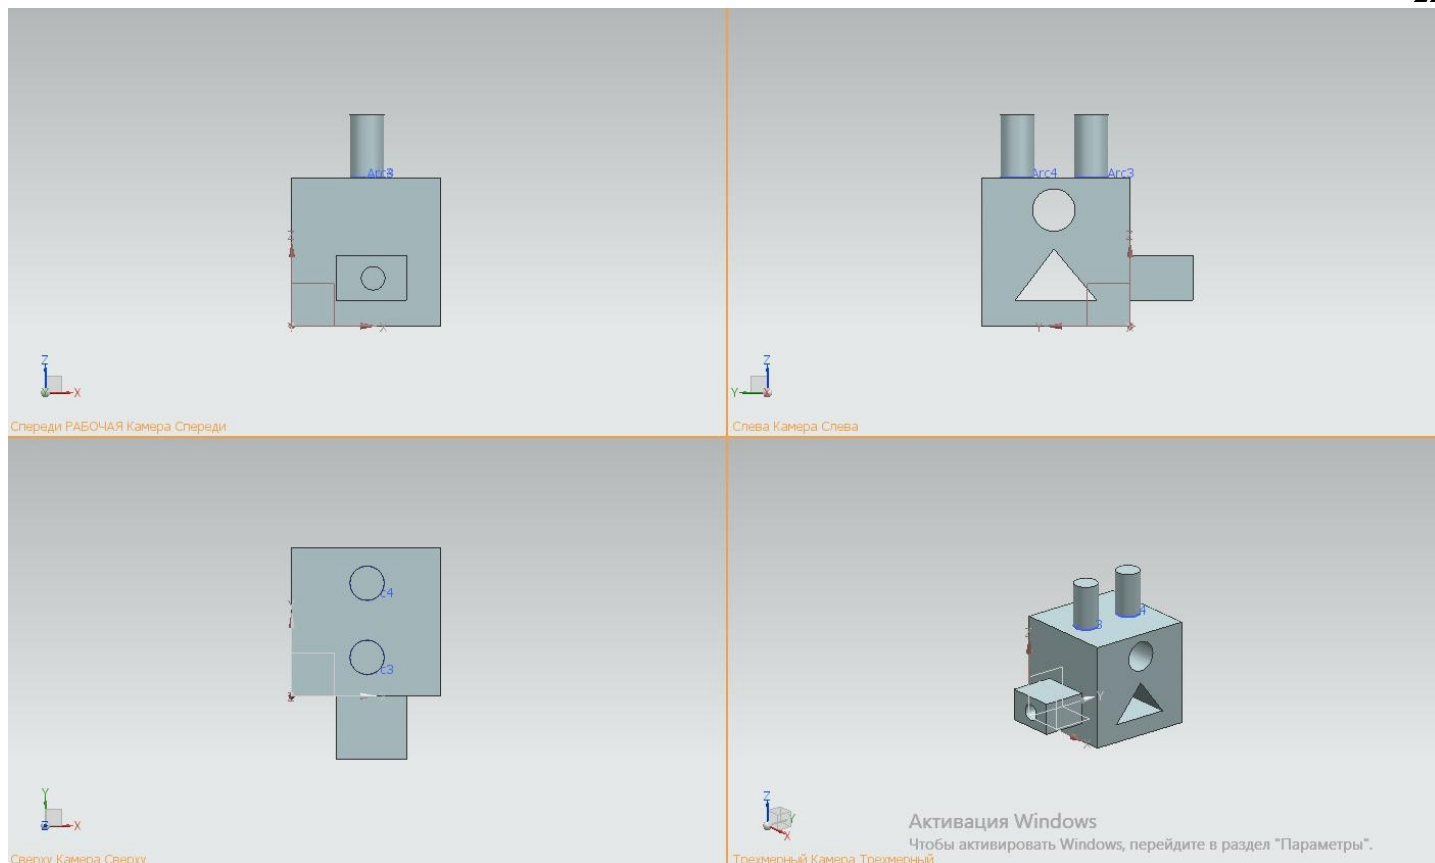
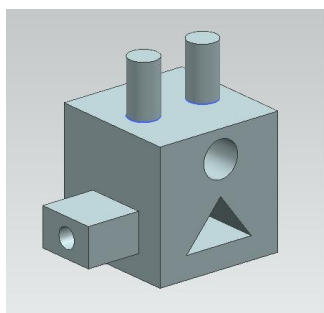
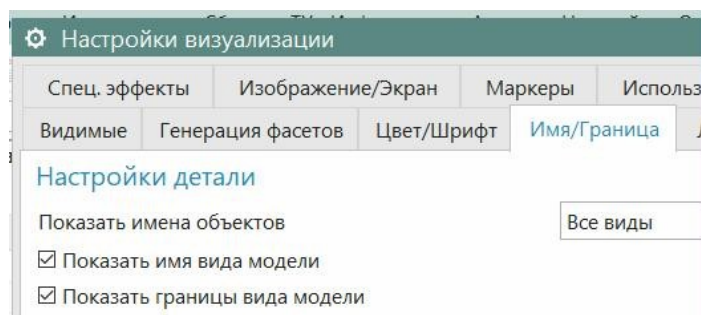

Рис.103
Рис.104
Рис.109
- Обычное состояние рабочего поля – *одно изображение* детали (рис.104), одна сцена. Но вы можете разделить рабочее поле на **несколько областей**. Особенно актуальна эта возможность, когда вы создаете **несколько видов** геометрической модели проектируемой детали (рис.103).
- Обычно вы начинаете формирование геометрической модели своей детали с одного вида (рис.104). Но впоследствии, с простановкой размеров, организации разрезов и сечений оказывается, что все эти изображения на одном виде не умещаются. И тогда (как нас учили в «Инженерной графике») мы разносим многие размеры, разрезы и сечения на разные виды. Но предварительно эти многие виды одной детали нужно создать.
- В результат ваш экран примет вид, как на рис.103. Если вы захотите **подписать** каждый из видов на рис.3, и провести между ними **границы**, то по команде «Настройки \ Визуализация», на закладке «ИмяГраница» вам придется поставить птички в строках «Показать имя вида модели» и «Показать границы вида модели» (рис.109).
- Если вы захотите **вернуться к одному виду** геометрической модели (рис.104), вам придется обратиться к команде «Вид \ Компоновка \ **Открыть**», и в её диалоговом окне (рис.109а) выбрать опцию «**Один вид**».
рис.109а